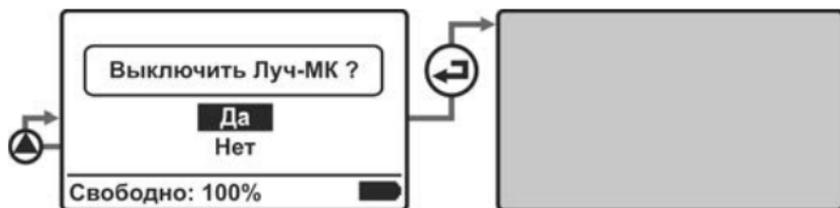

Рисунок 3.4 – Изображение меню Подтверждение выключения
- **принудительно** – из меню пульта путем одного или нескольких нажатий на клавишу **ESC** перейти в меню **Подтверждение выключения**, рисунок 3.4.